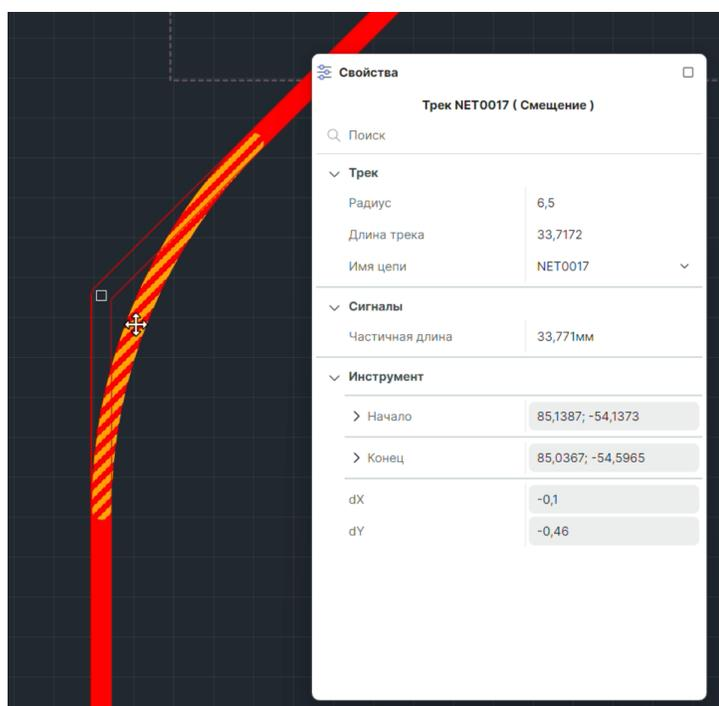

Рис. 290 Изменение скругления
2. Не активируя инструмент скругления, начните перемещать курсор с зажатой левой кнопкой мыши, см. Рис. 290.